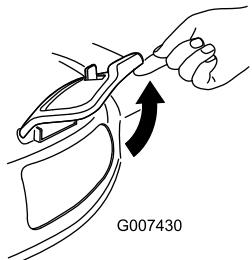

Figure 36
- Soulevez et ouvrez le volet d'éjection latérale (Figure 36).